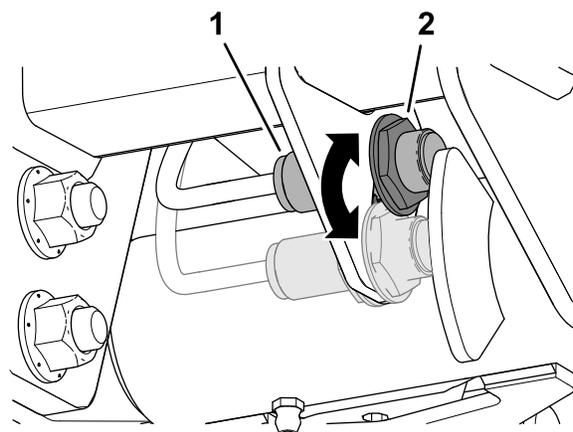

Рисунок 93
3. Ослабьте контргайку, которая крепит переключатель подъемного рычага к пластине переключателя (Рисунок 93).